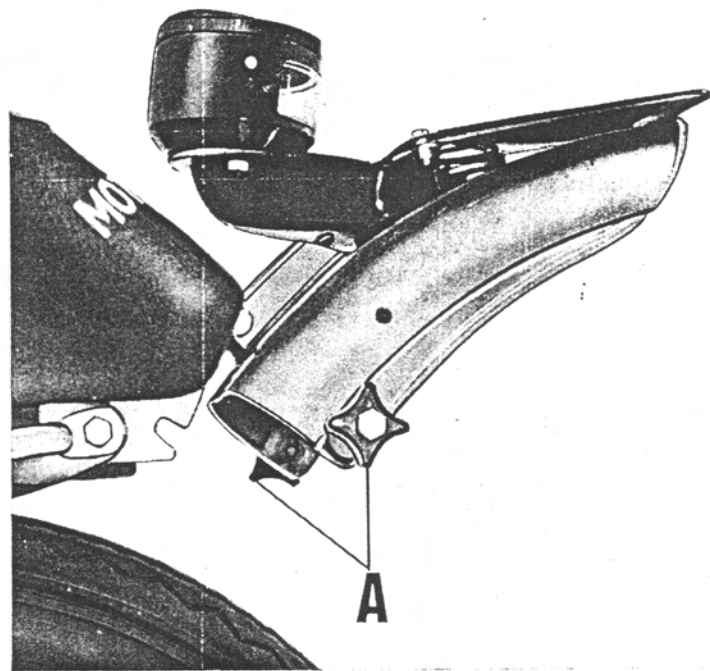

Fig. 34
- allentare i due volantini (A di fig. 34) ed alzare l'appendice del parafango posteriore;